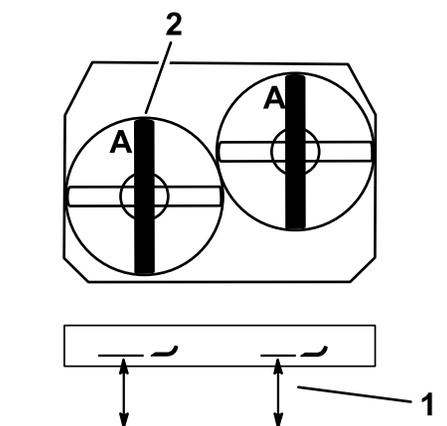

図 73
- Aの位置で \(図 73\)、平らな床面からブレードの刃先までの高さを測る。